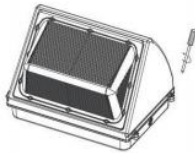

Figure 1
- 3: Desserrez les vis sur le côté du luminaire pour accéder au compartiment du conducteur. (Figure 1)
- 13: Fermez le luminaire et fixez-le en serrant les vis sur le côté du luminaire. (Figure 1)